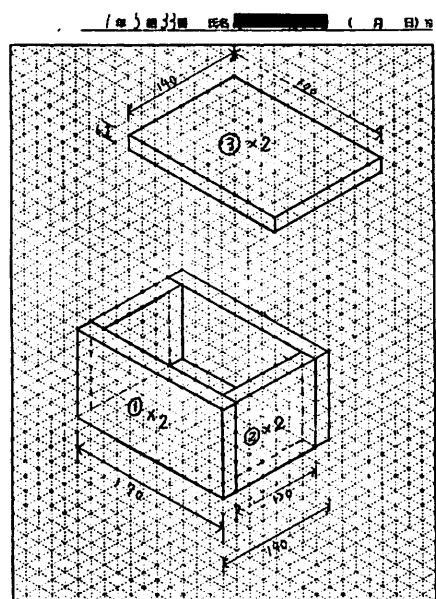

図1 生徒が画いた図面
☆生徒が描いた図面 (図1) を次に載せている。図は厚さ (6mm) を拡大して描いている。図法は簡単な等角図を用い、教員のお手本を模写する形で製図をおこなった。製図からわかるように部品は、①が2枚、②が2枚、③が2枚とおなじ形のものを2枚ずつ用意する。これは、のこぎりの横引きだけででき、接着にはボンドを使用する。蝶番はネジで取り付けるが、箱の切断は教員が行う。切断の遅い生徒でも、2時間あれば外形は